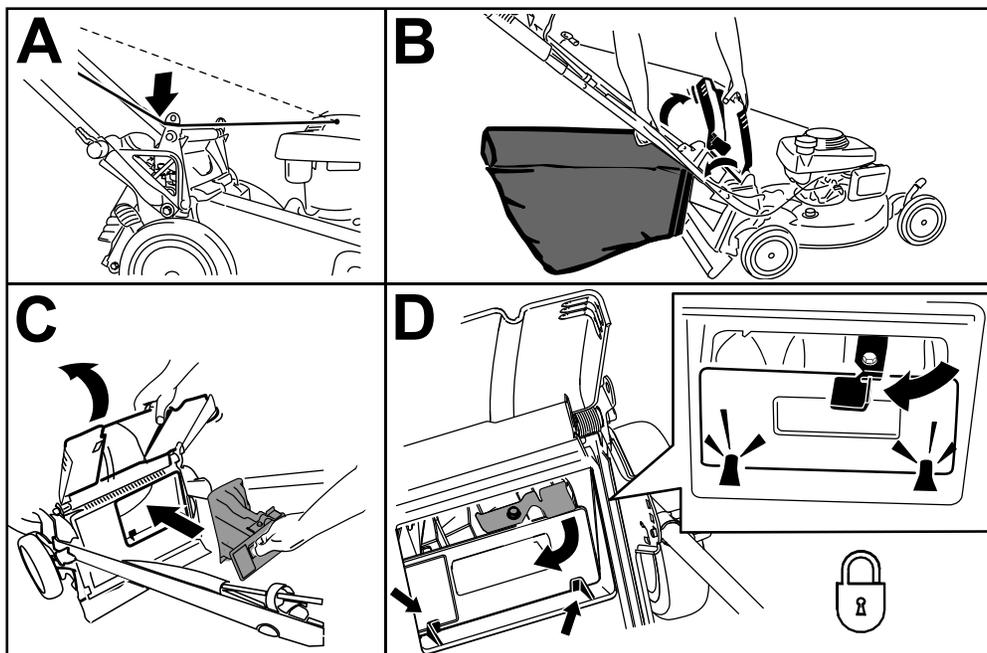

Figura 24
1. Pase la cuerda del arrancador alrededor de la guía de cuerda inferior (Figura 24, A).
2. Levante y sujete el deflector trasero y levante la bolsa por el asa para separarla de la muescas de los soportes del manillar (Figura 24, B).
3. Instale el tapón trasero (Figura 24, C).
Importante: Asegúrese de que el tapón trasero está bloqueado en su sitio. Para bloquear el tapón, presione firmemente hasta que encaje en su lugar detrás de las pestañas, y gire la palanca del tapón a la izquierda (Figura 24, D).